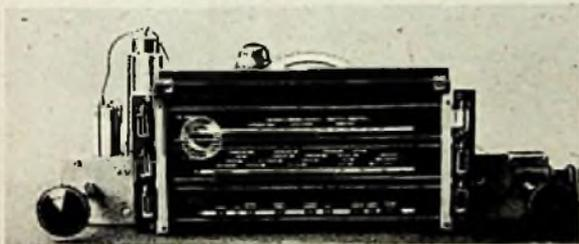
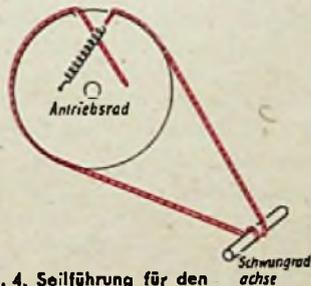

Abb. 3. Um bequem abgleichen zu können, ist die dreiteilige Flutlichtskala am Chassis befestigt
Abb. 4. Seilführung für den Drehkondensatorantrieb
d) Die Skala besteht aus 3 Flutlichtskalenstreifen (für jeden Wellenbereich einer), die in dem im Gehäuse verfügbaren Skalenausschnitt symmetrisch angeordnet wurden. Um den Abgleich bequem durchführen zu können, sind die Skalenstreifen mit entsprechend zugeschnittenen Alu-Winkeln und -streifen am Chassis befestigt worden. Abb. 3 zeigt die am Chassis montierte Skala. Jedem Streifen sind rechts und links je eine Soffittenlampe 18 V, 0,1 A zugeordnet. Die Glasstreifen ragen auf beiden Seiten durch die Befestigungsschienen bis zu den Skalenlampen. Damit das Flutlicht besser gesammelt wird, empfiehlt es sich, die Soffittenlampen mit dünnen Blechstreifen abzudecken, wie es in Abb. 3 für das Lämpchen rechts oben deutlich zu erkennen ist. Die Beschriftung der Skalenstreifen hebt sich wirkungsvoll von der mit dunklem Stoff bespannten Zwischenwand ab, die aus Sperrholz (3...4 mm stark) oder kräftiger Hartpappe besteht. Der Zeiger wird am besten weiß gestrichen.
Um den Drehkondensator schnell durchdrehen und den Zeiger rasch über die Skalenlänge führen zu können, wurde Schwungradantrieb vorgesehen. Das aus Messing oder Eisen gedrehte Schwungrad von 60 mm Durchmesser und 17 mm Dicke ist fest und genau ausbalanciert mit einer 6-mm-Achse passender Länge verbunden, die beiderseitig gelagert ist. Als Lager reichen zwei genau gebohrte Pertinaxscheiben aus. Die für bessere Einstellung auf Kurzwellen erforderliche hohe Übersetzung wird durch ein möglichst großes Skalenrad (15...18 cm  $\Phi$ ) und eine dünne Buchse für die Schwungradachse erreicht. Seilführung s. Abb. 4. Die Rille des Drehkondensatorantriebsrades kann spitz zulaufen. Für die Zeigerführung ist mit dem großen Seilrad ein kleineres Rad verschraubt, dessen Durchmesser von der Skalenlänge abhängig ist und durch folgende Formel bestimmt wird:
Für einfachere Anordnungen genügt unter Umständen sogar die direkte Kapazitätsmessung, z. B. mit dem auf dem Prinzip des Induktionsdynamometers aufgebauten Kapazitätsmesser von Hartmann & Braun. Sofern bei der Anzeigeeinrichtung größere Trägheit, bedingt durch die Anhäufung von Materialmassen bei erhöhter Kapazität, in Kauf genommen werden kann, ist die billige Anordnung nach Abb. 3 zu empfehlen.
Wie man sieht, gestatten diese Kondensatoren alle nur denkbaren Schaltungen, bei denen die Veränderung von C im Endwert meßbare Veränderungen hervorruft. Besondere Bedeutung dürften sie als Geber in Lacktrockenöfen usw. finden, wo sie beispielsweise die Zündspannung eines Glümmrelais durch Kapazitätsänderung (Abb. 4) beeinflussend, außerordentlich betriebssichere Anordnungen ergaben. Ihre geringe Wärmeträgheit setzt das lästige, vom Ausdehnungsregler her bekannte zu hohem Kontaktverschleiß führende Mehrfachschalten der Hauptschütze herab.
Links. Abb. 3. Rechts. Abb. 4.  $C_1 + C_2 = 500 \dots 1000$  pF. Mit Änderung dieses Wertes, hervorgerufen durch Temperaturschwankung, zündet oder erlischt die Glümmröhre G1 und steuert somit das Relais.